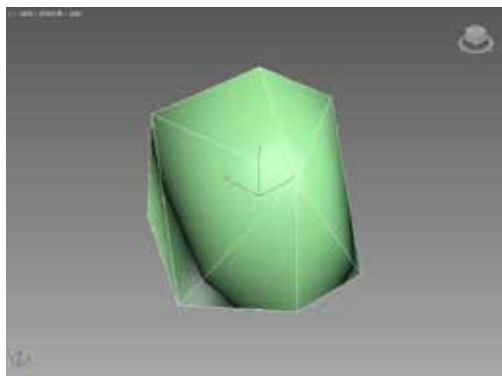

图 2-60 四面体效果
STEP 05 选中“四面体”单选按钮，几何球体将更改为四面体，如图 2-60 所示。